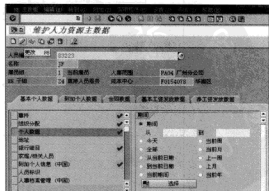

图 6-68 选择“个人数据”信息类型
STEP 2 回车后系统会自动弹出该员工的个人信息。在“维护人力资源主数据”界面选择“基本个人数据”菜单, 然后选中其中的“个人数据”信息类型, 单击“”按钮, 如图 6-68 所示。